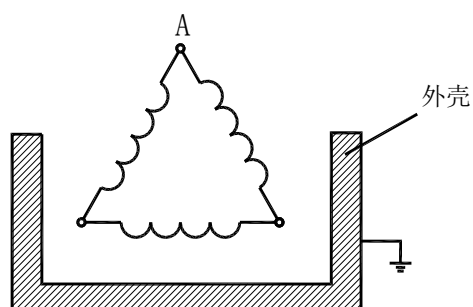

图 5.2
2. 如果电机是“△”型或“Y”型接法时（接线方法见图5.2、5.3），可将一根高压辅助线两端分别接在仪器后板“A”相接线柱及电机任一相上，而将另一根高压辅助线两端分别接在仪器后板“G”端接线柱及电机外壳上，按下面板上“A-BCG”键，接着再按上述步骤c、d操作即可。